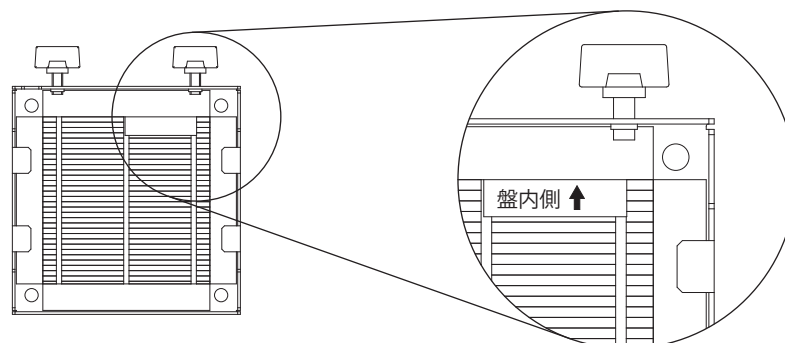

図 23
- ・塩害用フィルタは、キャビネット内側から「盤内側」表示ラベルが右上部に見えるように取り付けてください。十分な塩分低減効果が得られません。(図 23)